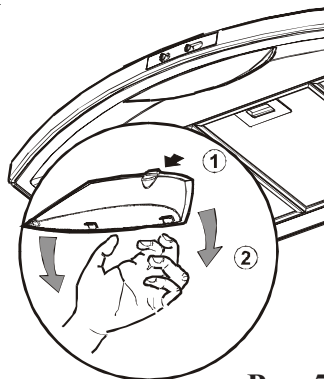

Рис. 5
- Снимите плафон освещения. **Рис. 5.**